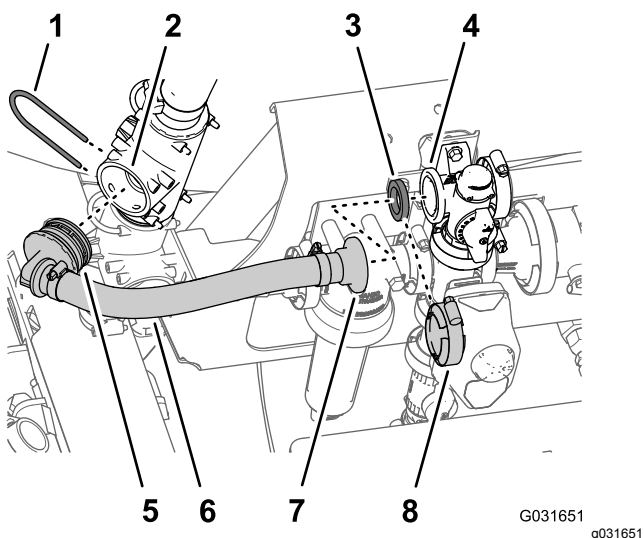

Figure 219
4. Alignez le raccord à 90° cannelé du flexible de dérivation d'agitation (réf. Toro 131-9649) et l'orifice ouvert dans le raccord en T supérieur, et insérez le raccord à 90° jusqu'à ce qu'il soit parfaitement engagé dans le raccord en T (Figure 219).
5. Fixez le raccord à 90° cannelé au raccord en T avec l'étrier (Figure 219) que vous avez retiré à l'opération 1.
6. Alignez le raccord droit à bride du nouveau flexible de dérivation d'agitation (réf. Toro 131-9649) et le joint sur la bride de la vanne de dérivation (Figure 219).